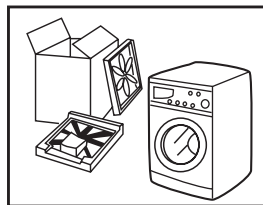

Fig.1
- Togliere le staffe di imballaggio come illustrato nella Fig.1